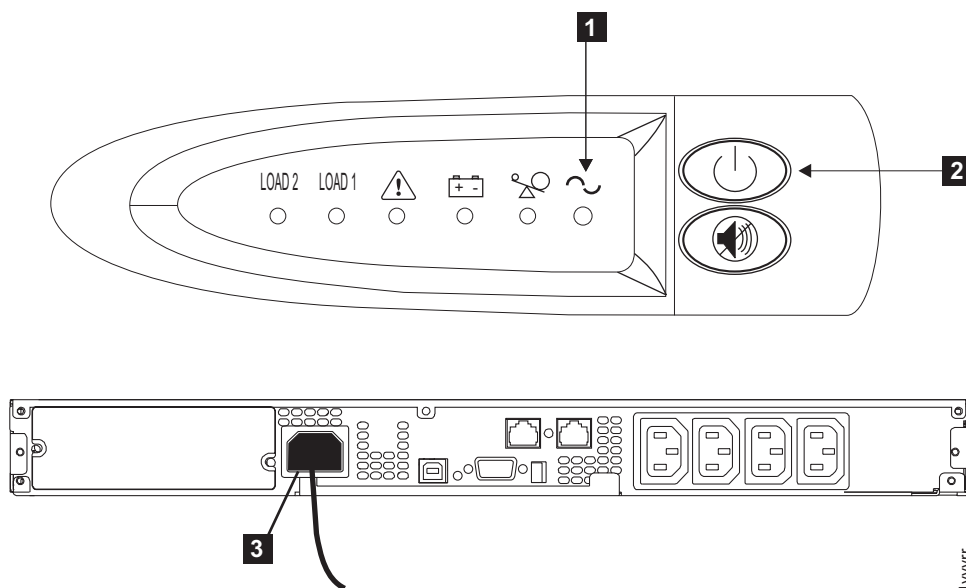

図 155. 2145 UPS-1U のフロント・パネルと背面パネル
2. 「オン/オフ」ボタン **2** を、電源ライト **1** が消えるまで (約 5 秒)、押し続けます。2145 UPS-1U は待機モードになり、すべてのインディケータがオフになります。2145 UPS-1U の正面図と背面図については、424 ページの図 155 を参照してください。